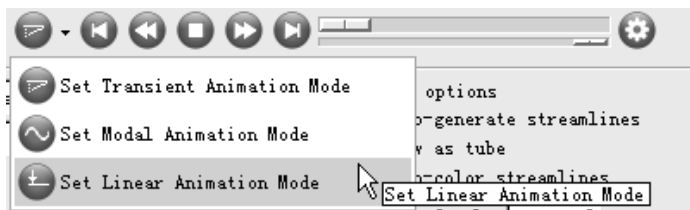

图 8-7 设置动画类型窗口
(1) 将 Animate Mode Menu 设置为 Linear Static，如图 8-7 所示。